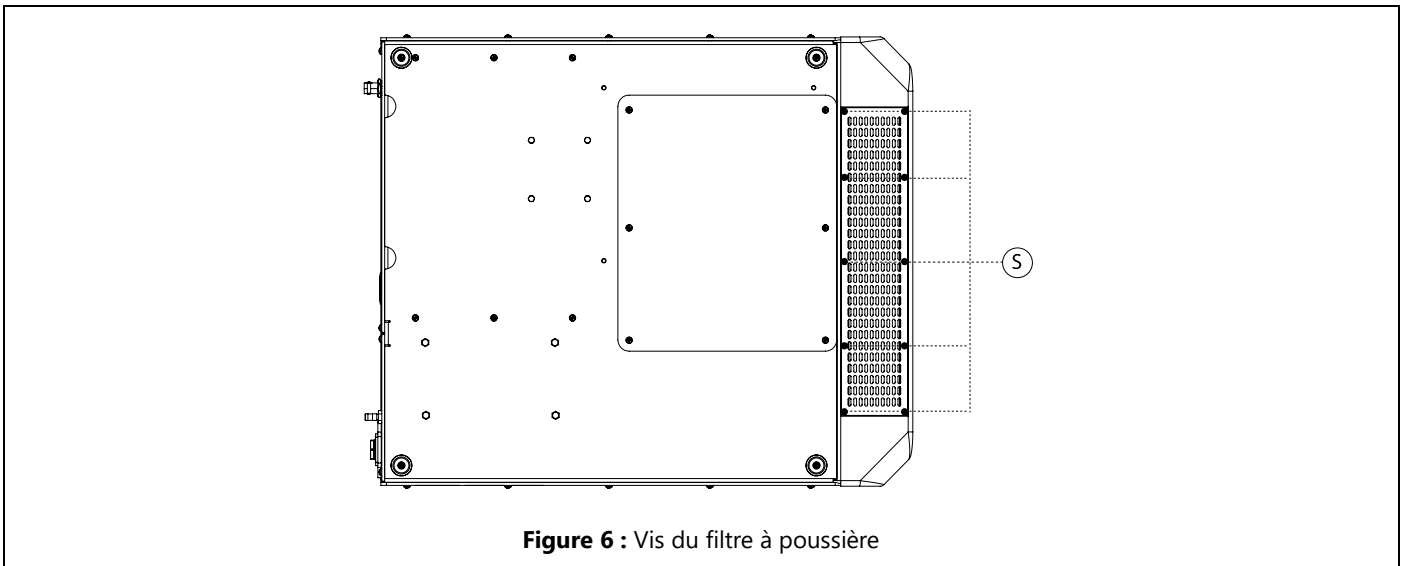

Figure 6 : Vis du filtre à poussière
4. Retirez le support du filtre à poussière en dévissant les vis S (Figure 6). Répétez cette opération pour tous les filtres à poussière du Module ;
7. Remplacez le filtre à poussière dans son support en vissant les vis S (Figure 6). Répétez cette opération pour tous les filtres à poussière du Module.